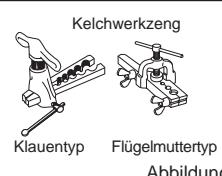

Abbildung 4
- Kelchen (Abbildung 4, 5). Achten Sie darauf, dass das Kupferrohr die in der Tabelle angegebenen Abmessungen einhält. Wählen Sie A mm aus der Tabelle in Übereinstimmung mit dem verwendeten Werkzeug.